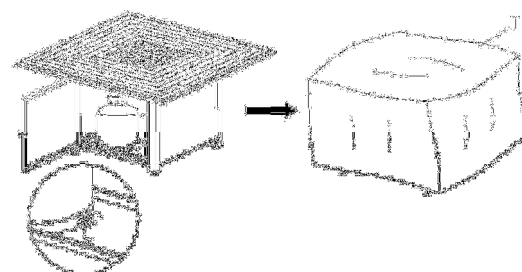

Figura 8
9. Abra la puerta, coloque el cilindro de 20 libras en el cuerpo principal y apriételo como se muestra a la derecha, por lo que el cilindro de gas no puede moverse y caerse, cerrar la puerta, cubrir la hoguera con cubierta de PVC (T) Use para protegerlo de los elementos o cuando el pozo de fuego esté fresco COMPLETAMENTE después del uso, (ver la figura 8).